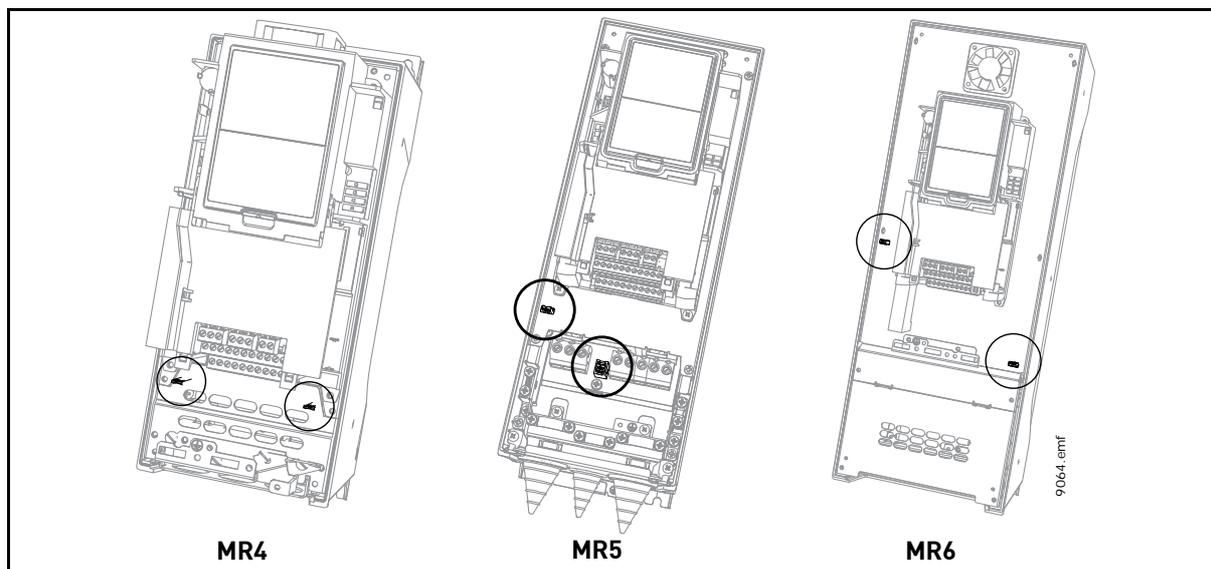
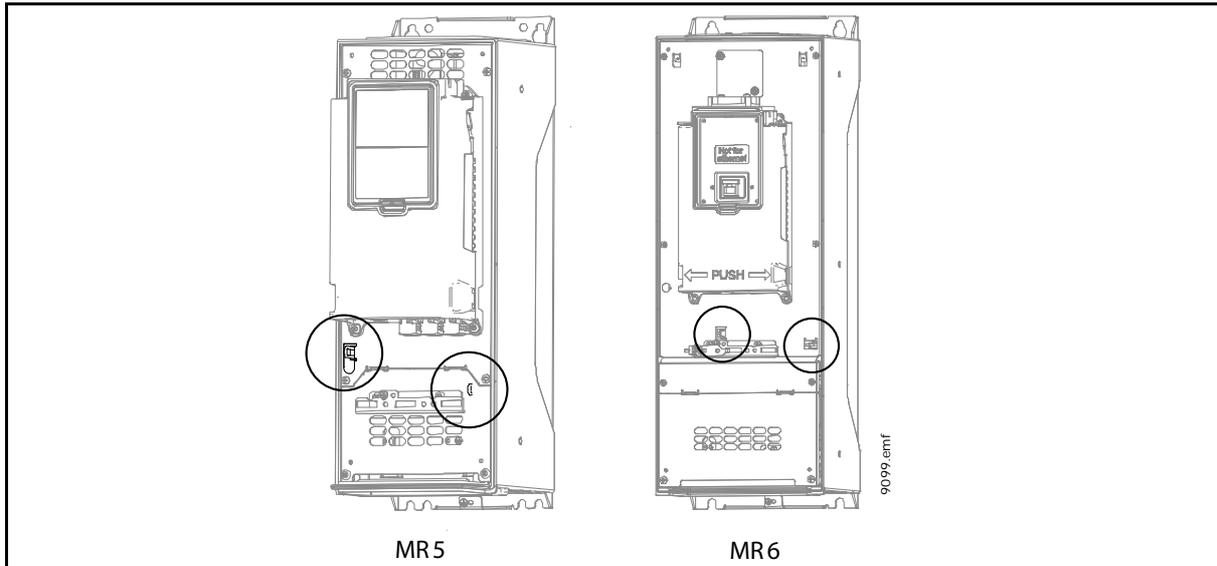

Abbildung 51. Aktuelle Positionen der EMV-Steckbrücken für die Baugröße MR4, alte Positionen für die Baugrößen MR5 und MR6
Abbildung 52. Aktuelle Positionen der EMV-Steckbrücken für die Baugrößen MR5 und MR6
Entfernen Sie das Hauptgehäuse des Frequenzumrichters (siehe Seiten 28 und 34), und suchen Sie die Steckbrücken, die die integrierten HF-Entstörfilter mit der Erdung verbinden. Siehe Abbildung 51. und Abbildung 52.
**HINWEIS:** Die Positionen der EMV-Steckbrücken haben sich für die Baugrößen MR5 und MR6 geändert. Abbildung 51. zeigt die alten Positionen und Abbildung 52. die neuen Positionen für die Baugrößen MR5 und MR6.